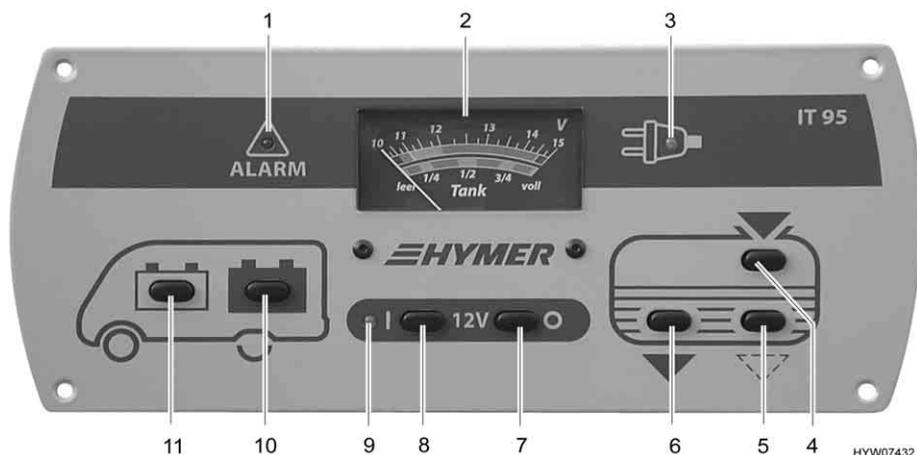

Fig. 125 Pannello di controllo (IT 95)
L'interruttore principale a 12 V (Fig. 125,7 e 8) inserisce o disinserisce il pannello di controllo e l'alimentazione a 12 V dell'abitacolo.
- Premere l'interruttore (Fig. 125,8) "I": L'alimentazione a 12 V dell'abitacolo è inserita. La spia di controllo (Fig. 125,9) diventa verde.
- Premere l'interruttore (Fig. 125,7) "O": L'alimentazione a 12 V dell'abitacolo è disinserita. La spia di controllo (Fig. 125,9) si spegne.
Per l'indicatore volt/serbatoio (Fig. 125,2) leggere la scala superiore. L'indicatore si illumina automaticamente appena viene premuto un interruttore.
- Premere l'interruttore (Fig. 125,11) : Viene indicata la tensione della batteria di avviamento.
- Premere l'interruttore (Fig. 125,10) : Viene indicata la tensione della batteria dell'abitacolo.
Per l'indicatore volt/serbatoio (Fig. 125,2) leggere la scala inferiore. L'indicatore si illumina automaticamente appena viene premuto un interruttore.
- Premere l'interruttore (Fig. 125,4) : Viene indicato il livello del serbatoio dell'acqua.
- Premere l'interruttore (Fig. 125,6) : Viene indicato il livello del serbatoio delle acque grigie.
La spia luminosa rossa "ALARM" (Fig. 125,1) inizia a lampeggiare non appena la tensione della batteria dell'abitacolo scende al di sotto di 11 V (misurazione durante il normale esercizio) con conseguente rischio che la batteria si scarichi troppo.
La spia di controllo a 12 V (Fig. 125,9) si accende non appena l'interruttore principale a 12 V (Fig. 125,8) viene inserito.
La spia gialla di controllo a 230 V (Fig. 125,3) si accende quando all'ingresso della centralina elettrica è presente una tensione di rete.